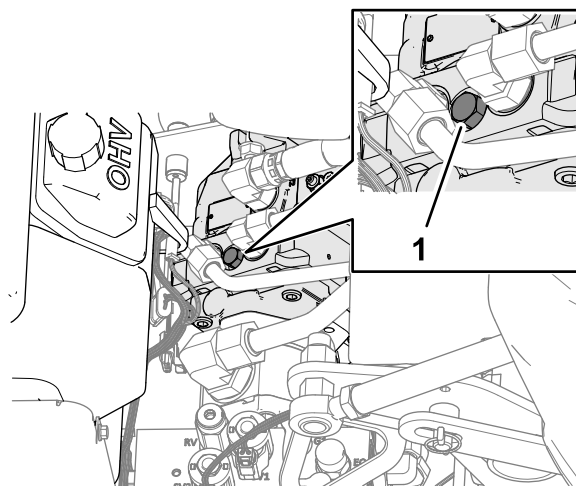

Figure 116
4. Trouvez le cache de la vis de la vanne de dérivation entre le moteur et la pompe hydraulique, comme montré à la Figure 116).